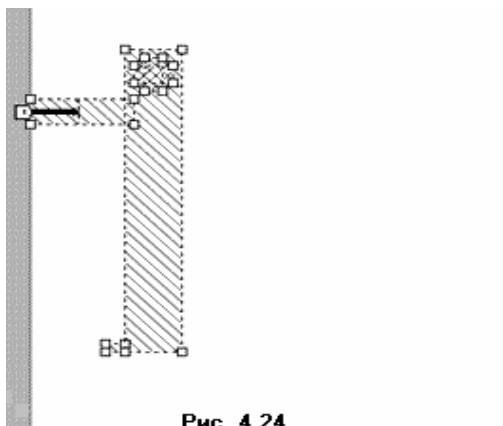

Рис. 4.24
7. Переместите курсор так, чтобы поместить контур скопированного образца поверх входного резонатора и щёлкните левой кнопкой мышки. Скопированный образец всё ещё является выбранным, как показано на рис. 4.24.